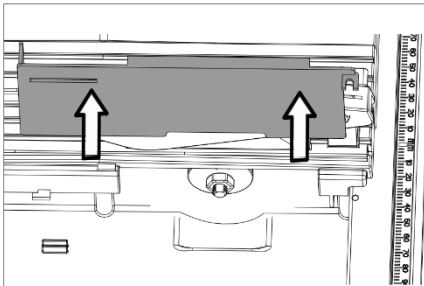

Рисунок 2.3
- Зніміть внутрішній захисний кожух (рисунок 2.3).